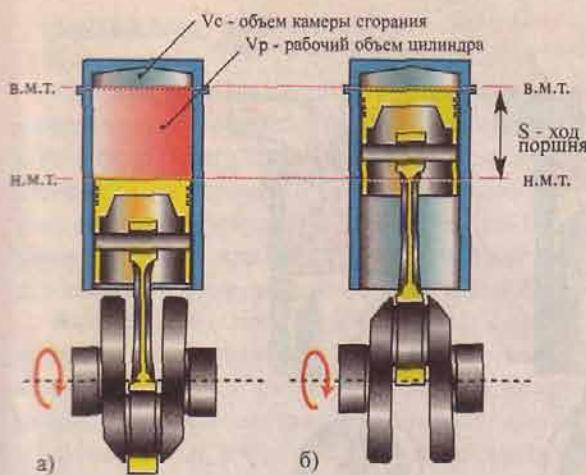

Рис. 7 Ход поршня и объемы цилиндра двигателя
**Степень сжатия** показывает во сколько раз полный объем цилиндра больше объема камеры сгорания ( $V_{п}/V_{с}$  - см. рис.7). У карбюраторных двигателей в конце тракта сжатия, объем над поршнем уменьшается в 8 - 10 раз.